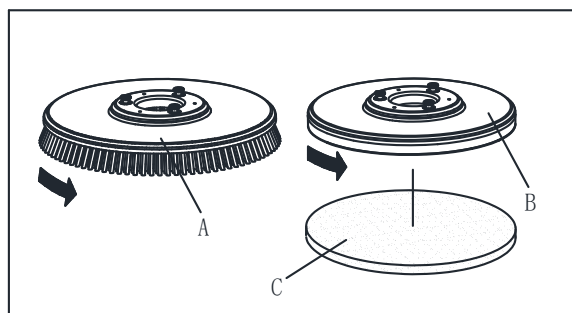

Figure 5
Installieren Sie entweder die Bürste (A, Abb. 5) oder den Pad-Halter (B und C, Abb. 5) entsprechend der Art des zu reinigenden Bodens.
1. Stecken Sie den Zündschlüssel (35) ein und schalten Sie auf "O".
2. Heben Sie das Deck an, indem Sie das Pedal (9) drücken.
3. Falls bestückt, drehen Sie den Geschwindigkeitsregler (40) auf Leerlauf, indem Sie ihn gegen den Uhrzeigersinn drehen.
4. Platzieren Sie die Bürsten (A, Abb. 5) oder den Pad-Halter (B) unterhalb des Decks (21).
5. Senken Sie das Deck auf den Bürsten/Pad-Halter, indem Sie das Pedal (9) drücken.
6. Drehen Sie den Zündschlüssel (35) auf "I".
7. Drücken Sie den Bürsten-/Pad-Halter und den Vakuumsystem-Schalter (46).
8. Drücken Sie einen der Bürsten/Vorwärtsgang-Schalter (34), um den Bürsten/Pad-Halter einzulegen, dann lassen Sie ihn los. Falls erforderlich, wiederholen Sie den Vorgang, bis der Bürsten/Pad-Halter aktiviert ist.
9. Wenn sich der obige Schritt Nr. 8 als schwierig erweist, verwenden Sie die manuelle Methode, indem Sie den Bürsten-/Pad-Halter in die entgegengesetzte Richtung zur normalen Drehrichtung drehen und dieser kann dann abgenommen werden (wie in Abb. 5 dargestellt).